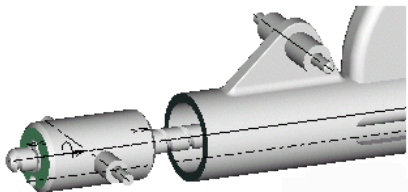

图 12.5.14 拖动连接元件
Step14. 拖动连接元件 (此步不是必做步骤)。为了显示方便，用拖动功能将活塞拖出来一点，如图 12.5.14 所示。
(1) 选择下拉菜单 **工具(T)** → **外观管理器(A)...** 命令。
(2) 在“外观管理器”对话框中单击 按钮，在 **基本** 选项卡“加亮颜色”区域中将“透明”值设置为 67。
(3) 单击“外观管理器”对话框的 **关闭** 按钮。